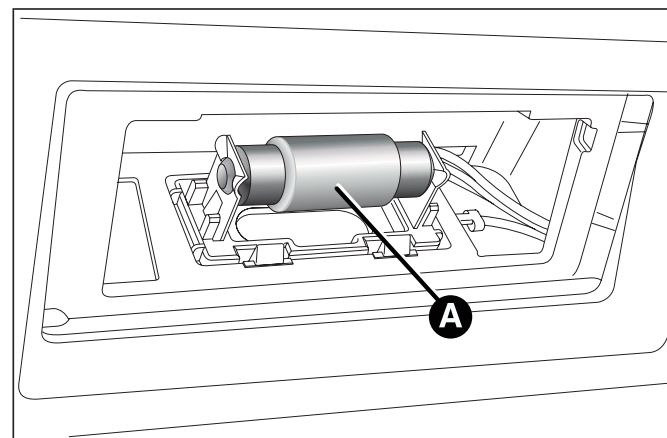

fig. 136
- ❑ sostituire la lampada A fig. 136, svincolandola dai contatti laterali;